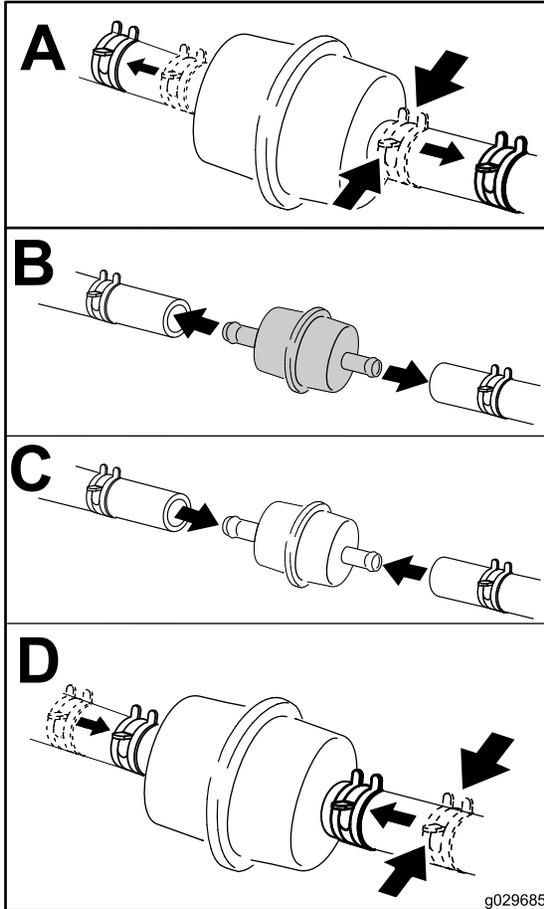

Figure 39
3. Repérez le filtre à carburant sur le côté du moteur, comme montré à la Figure 39.
4. Pincez les extrémités des colliers et éloignez les colliers du filtre (Figure 39).
6. Posez un filtre neuf en veillant à orienter la flèche indiquant le sens d'écoulement vers le moteur. Rapprochez les colliers de flexibles du filtre (Figure 39) pour le fixer en place.